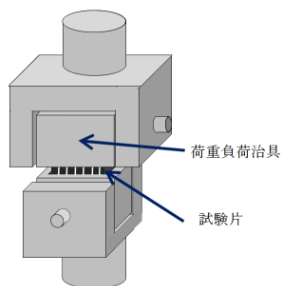

図1 フラットワイズ試験
- ▶ 高温特性評価 スキン材とコア材の接着強度測定のために、図1に示すフラットワイズ引張試験を、常温から300℃の測定温度域で実施しました。また、パネルの曲げ特性として、曲げ剛性、および曲げ強度を同様の温度域で試験を実施しました。